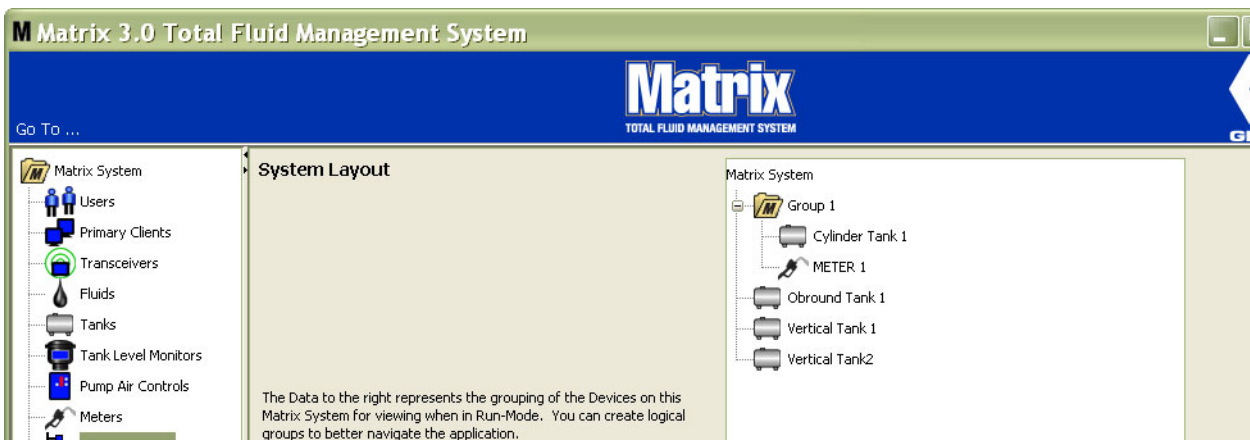

FIG. 132
12. Cuando haya terminado de crear o modificar carpetas de grupo, haga clic en Aceptar para cerrar la pantalla y guardar los cambios. El grupo o grupos que haya creado se muestran en la columna Sistema Matrix (FIG. 132).